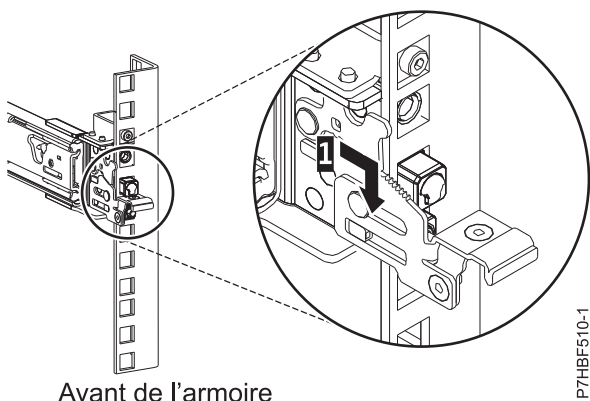

Figure 22. Broches installées sur la glissière avant de l'armoire
6. Tirez la glissière vers l'avant et insérez les trois broches à l'avant de la glissière dans les trous précédemment marqués de l'unité EIA sélectionnée. Abaissez la glissière (1) pour engager le crochet sur la broche du milieu. Pour plus de détails, voir figure 22.